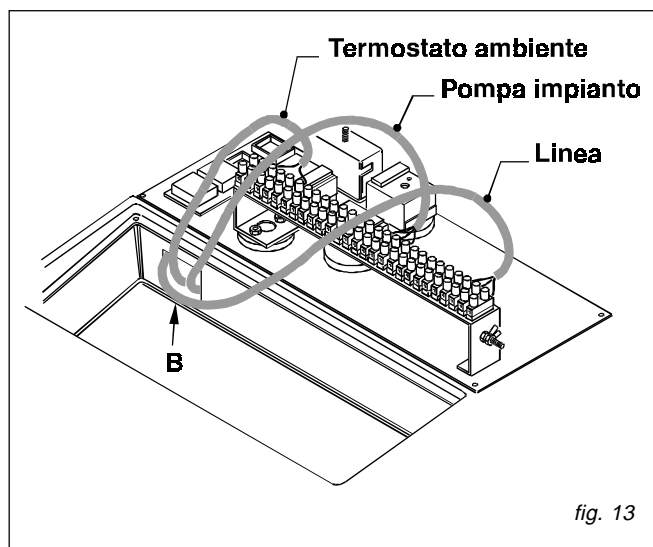

fig. 13
- 3) Inserire i cavi elettrici di collegamento della linea, della pompa impianto e dell'eventuale termostato ambiente nella canalina "B" che sbocca sul lato posteriore mantello (vedi fig.13).